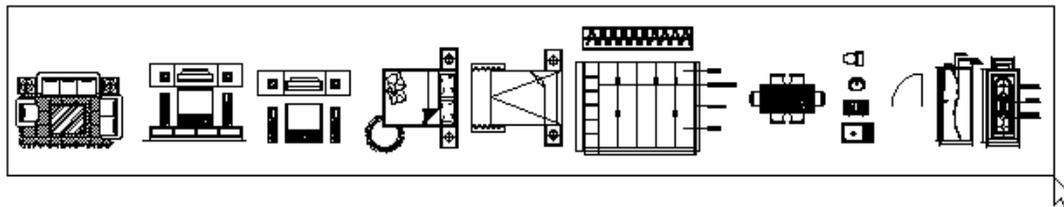

图 6-1-2
**STEP 03** 使用 Ctrl+C 键或单击标准工具栏上的复制按钮, 框选打开的“基础实例.dwg”文件中的所有图形, 如图 6-1-2 所示。然后关闭该窗口。